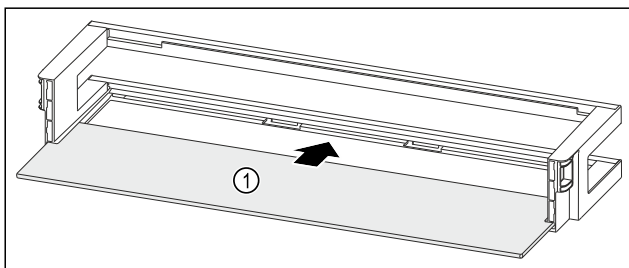

Fig. 200 Лотки на дверцятах з полицю
- ▶ Всуňte полицю Fig. 200 (1) в бокові пази.